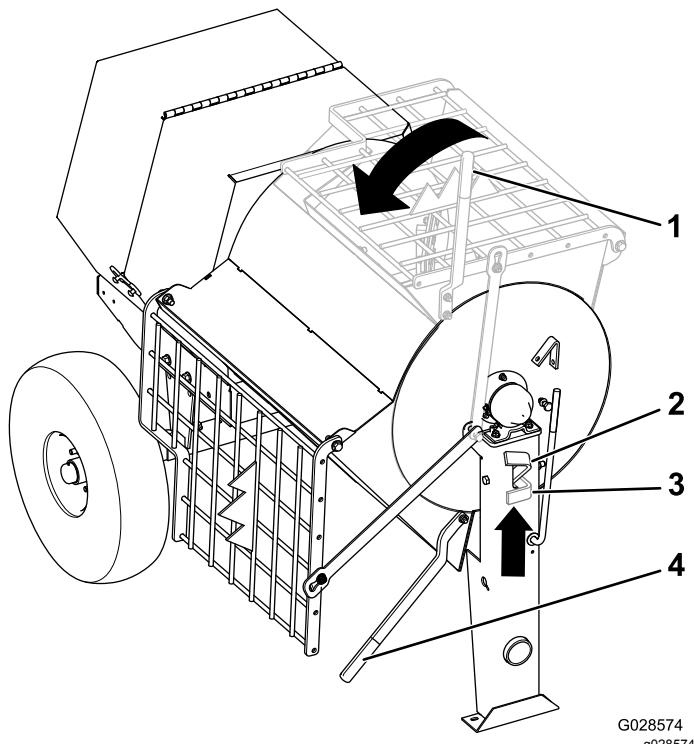

Figura 32
- Sujete la palanca de volteo con la mano izquierda (Figura 32).
- Levante la manija del pestillo del tambor (Figura 32).
- Con ambas manos en la palanca de volteo, gírela en sentido antihorario para descargar el contenido del tambor (Figura 32).
- Gire la palanca de volteo en sentido **horario** hasta que el pestillo del tambor bloquee el tambor en la posición vertical (Figura 32).